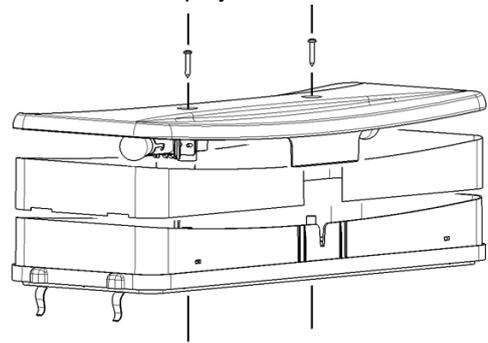

figura 9
**1** Substitución de las lámparas de la tapa luminosa (ver figura 9):